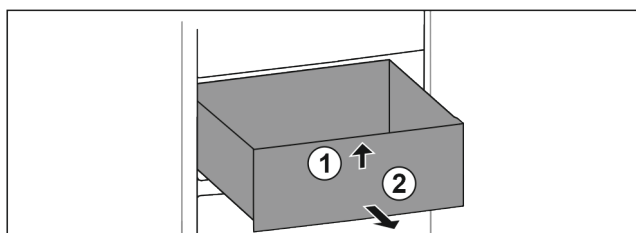

Fig. 54
- Løft skuffen foran. Fig. 54 (1)
- Ta ut skuffen framover. Fig. 54 (2)